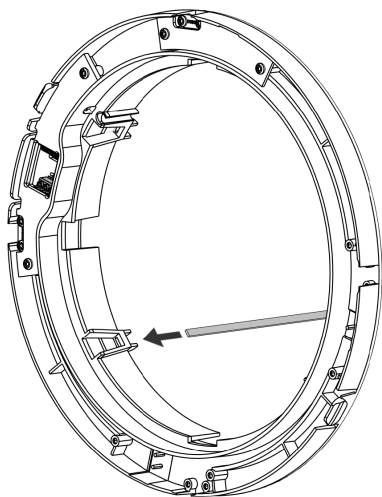

Figure 20 - Insérez les bandes du chapeau de ventilation dans le chapeau de façade intérieur.
1. Faites passer les quatre bandes du chapeau de ventilation dans les trous du chapeau de façade intérieur (voir Figure 20).